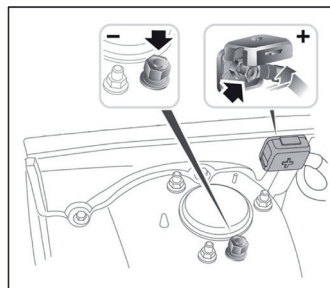

Fig. 4
**ATTENZIONE: Non effettuare il test attraverso i morsetti di avviamento. Per i modelli che montano la batteria sotto il sedile o nel bagagliaio, il produttore di solito include i morsetti del connettore di avviamento sotto il cofano (Fig. 4), in modo da facilitare l'avviamento. Tuttavia, per garantire l'accuratezza dei dati e la sicurezza del funzionamento, NON COLLEGARE IL TESTER AI POSTI DI AVVIAMENTO.**